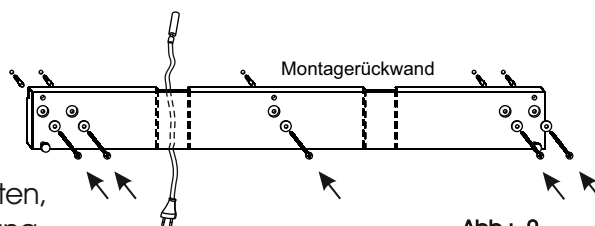

Abb.: 2
4. Befestigen Sie die Montagerückwand der Holzbrücke, entsprechend der Beschreibung auf der Seite 12. Bei Montage der **optionalen Steckdoseneinheit** ist zu beachten, dass **VOR** der Endgültigen Montage der Rückwand die Zuleitung verlegt wird. Siehe Abbildung 2.